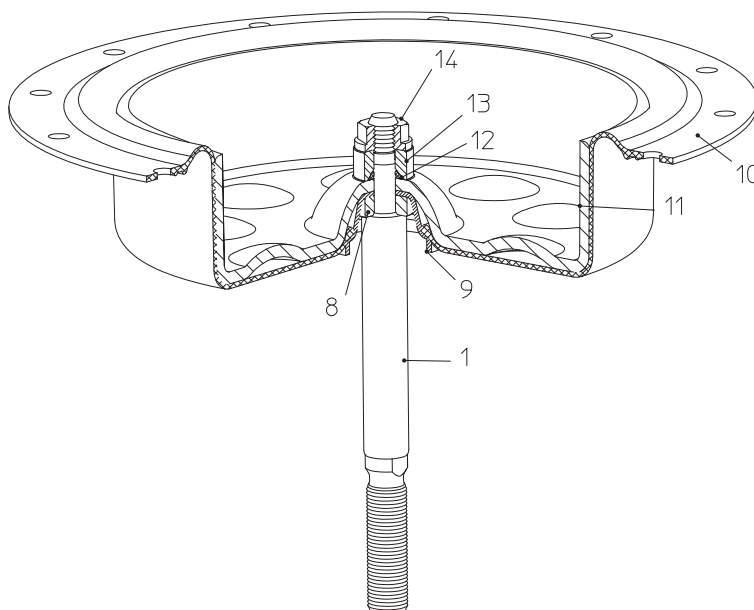

Fig. 21: „Vástago en posición extendida“
- Al aplicar el módulo en el accionamiento para que actúe como „Vástago en posición extendida“, es preciso que se produzca una convexidad del disco de la membrana (pos. 11) con una perforación de la membrana rodante (pos. 10) exactamente por encima de la conexión de aire de la base de la membrana (pos. 7) (Fig. 21).